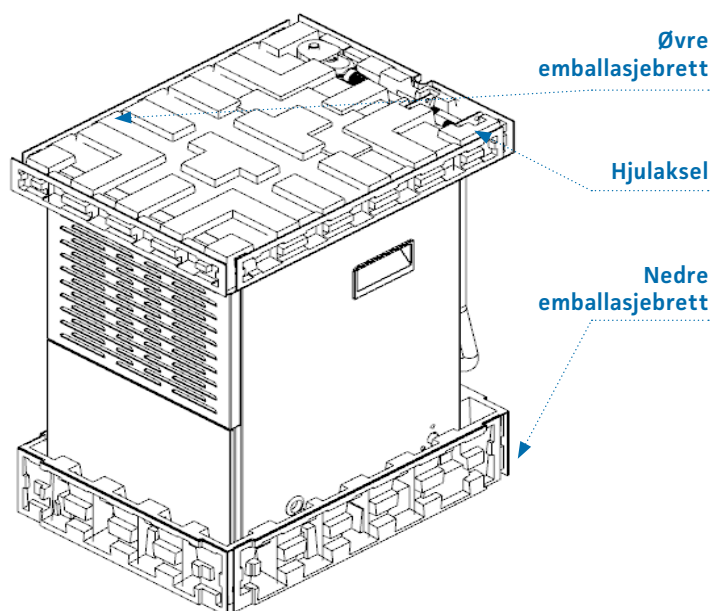

Figur 2
1. Montering av øvre håndtaksrør: Som vist i figur 2 fjerner du de fire skruene fra den øvre delen av avfukterkroppen, og dreier deretter det øvre håndtaksrøret 180° oppover. Fest det øvre håndtaksrøret med skruene du fjernet tidligere.